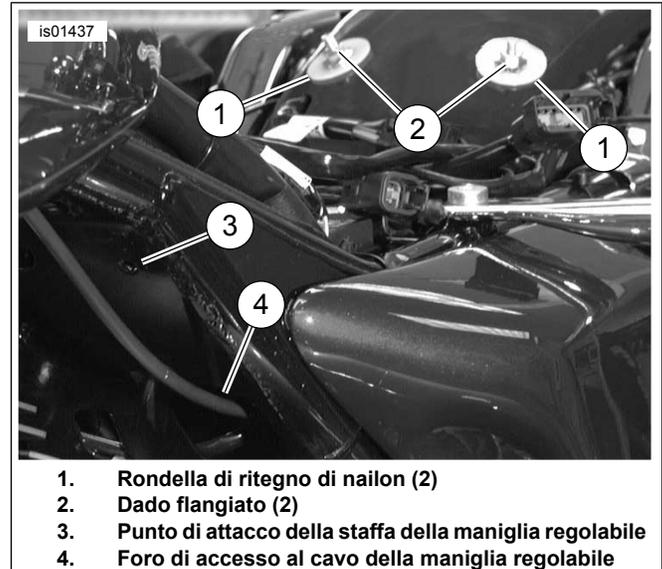

Figura 1. Rimuovere i dadi flangiati/posizione della staffa
3. Vedere Figura 1 **Modelli 1999 e successivi**: rimuovere i dadi flangiati (2) nella posizione indicata. Lasciare le rondelle di ritegno di nylon (1) in posizione. **Modelli 1997-1998**: rimuovere i bulloni.
3. Vedere Figura 1 Rimuovere i dadi flangiati (2). Lasciare le rondelle di ritegno di nylon (1) in posizione.
3. Vedere Figura 1 Rimuovere i dadi flangiati (2) nelle posizioni indicate, ove necessario. Lasciare le rondelle di ritengo di nylon (1) in posizione.